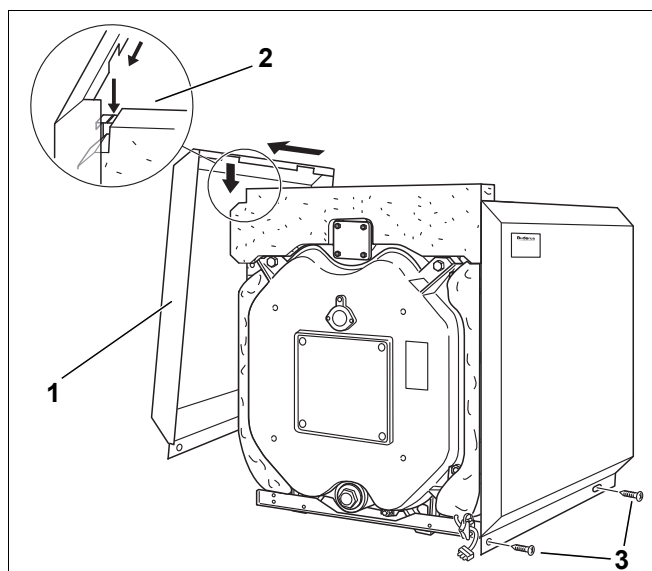

Рис. 35 Монтаж боковых стенок
- ▶ Навесьте боковые стенки (рис. 35, [1]) вырезами в пазы верхних траверс (рис. 35, [2]) и сдвиньте до упора вперёд (по направлению стрелок на рис. 35).
- ▶ Закрепите каждую боковую стенку двумя саморезами к нижним траверсам (рис. 35, [3]).